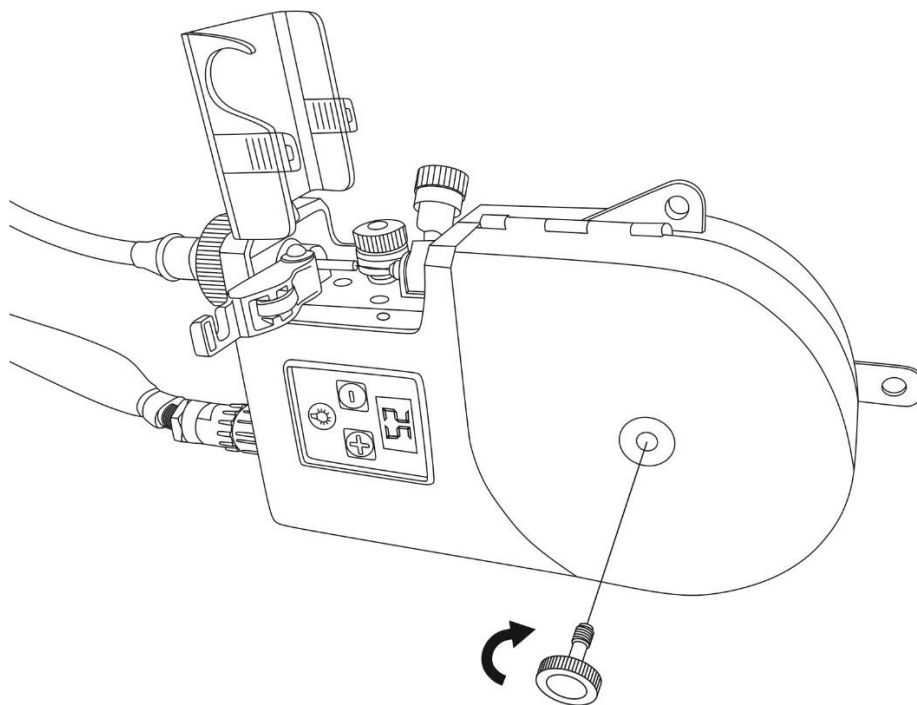

Рис. 7.7. Установка фиксирующего винта.
5. Закрутите фиксирующий винт до упора. (См. рис. 7.7).